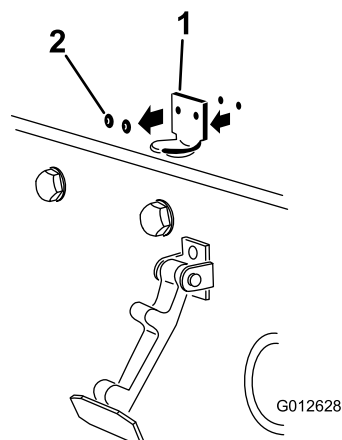

Figura 34
2. Retire los 2 remaches que sujetan el cerradero del capó al capó (Figura 34).
Nota: El cierre de seguridad debe estar en contacto directo con el capó (Figura 34).